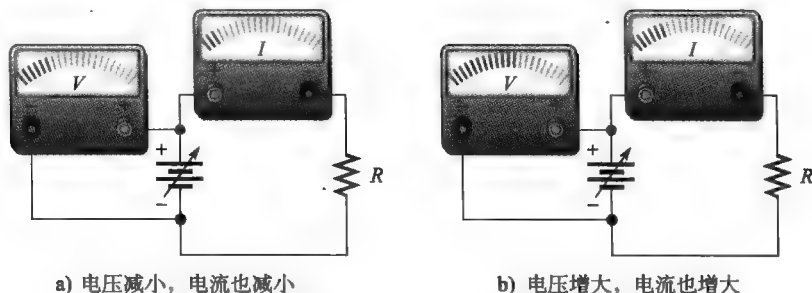
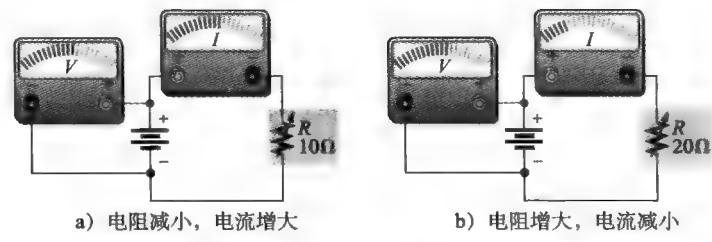

图 3-1 电阻恒定时电压变化对电流的影响
图 3-2 电压保持恒定时电阻变化对电流的影响
欧姆通过实验确定，如果电阻两端电压增加，则通过电阻的电流也将增加；反之，如果电阻两端电压减小，则通过电阻的电流也将减小。例如，如果电压加倍，电流也加倍；如果电压减半，电流同样也减半。这一关系如图 3-1 所示，图中相应的电表指示了电压与电流的关系。
欧姆同样确定，当电压维持恒定时，减小电阻将导致电流增大，而增大电阻则电流减小。例如，如果电阻减半，则电流加倍；如果电阻加倍，则电流减半。图 3-2 中电表的指示说明了这一关系，其中电压保持恒定，而电阻增大。
式中, I 是电流, 单位为安培 (A); V 是电压, 单位为伏特 (V); R 是电阻, 单位为欧姆 (Ω)。这个公式描述了图 3-1 和图 3-2 中电路之间的关系。